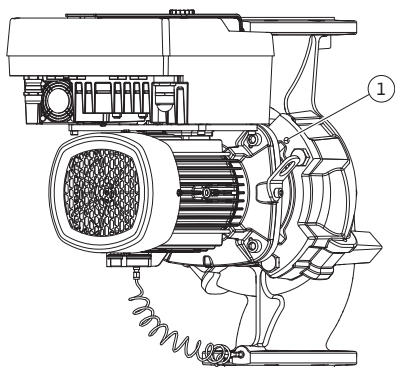

Fig. 10: A behelyezhető készlet lenyomása a menetes furatokon keresztül
5. Nyomja le a behelyezhető készletet (lásd: Fig. 4) a szivattyúházból. Szivattyútípustól függően (lásd Fig. I ... Fig. IV) két különböző toldt létezik. A (Fig. III és Fig. IV) szivattyútípus esetén lazítsa meg a csavarokat (29. poz.). Használja a mellette található két menetes furatot (Fig. 10, 1. poz.) és használja az építető által biztosított megfelelő csavarokat (pl. M10 x 25 mm). A (Fig. I és Fig. II) szivattyútípus esetén használjon két M10 menetes furatot (Fig. 104). Használjon megfelelő, az építető által biztosított csavart (pl. M10 X 20 mm). A lenyomáshoz használhatja az egyenes hornyokat (Fig. 104, 2. poz.) is.